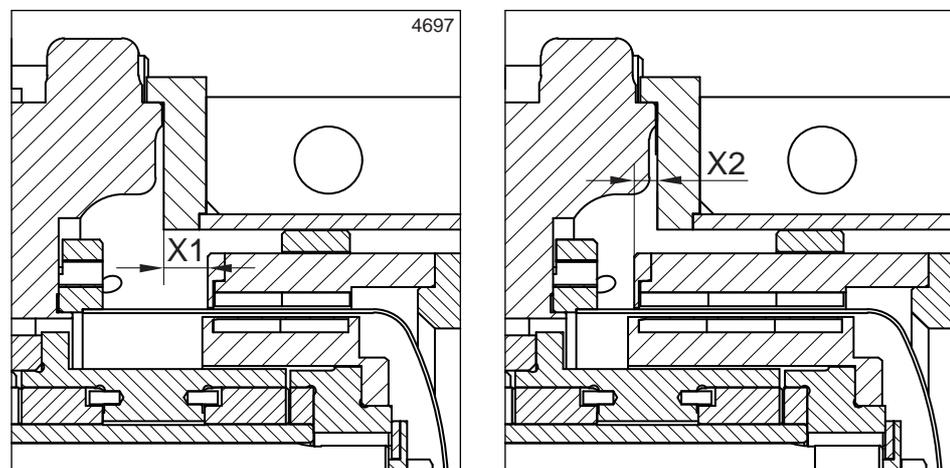

Figura 8: Valores X1 o X2.
- 10 Para efectuar una comprobación final, mida la distancia X1 o X2 (consulte figura 8) entre el extremo del rotor exterior y el borde de ajuste de la pieza de linterna y compárelo con el valor correspondiente en la siguiente tabla.